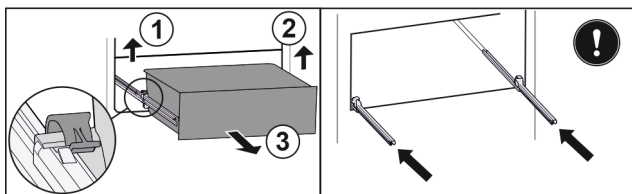

Fig. 167
- ▶ Podignite lijevu stezaljku i istovremeno izvučite ladicu lijevo prema naprijed. Fig. 167 (1)
- ▶ Podignite desnu stezaljku i istovremeno izvučite ladicu desno prema naprijed. Fig. 167 (2)
- ▶ Izvadite ladicu prema naprijed. Fig. 167 (3)